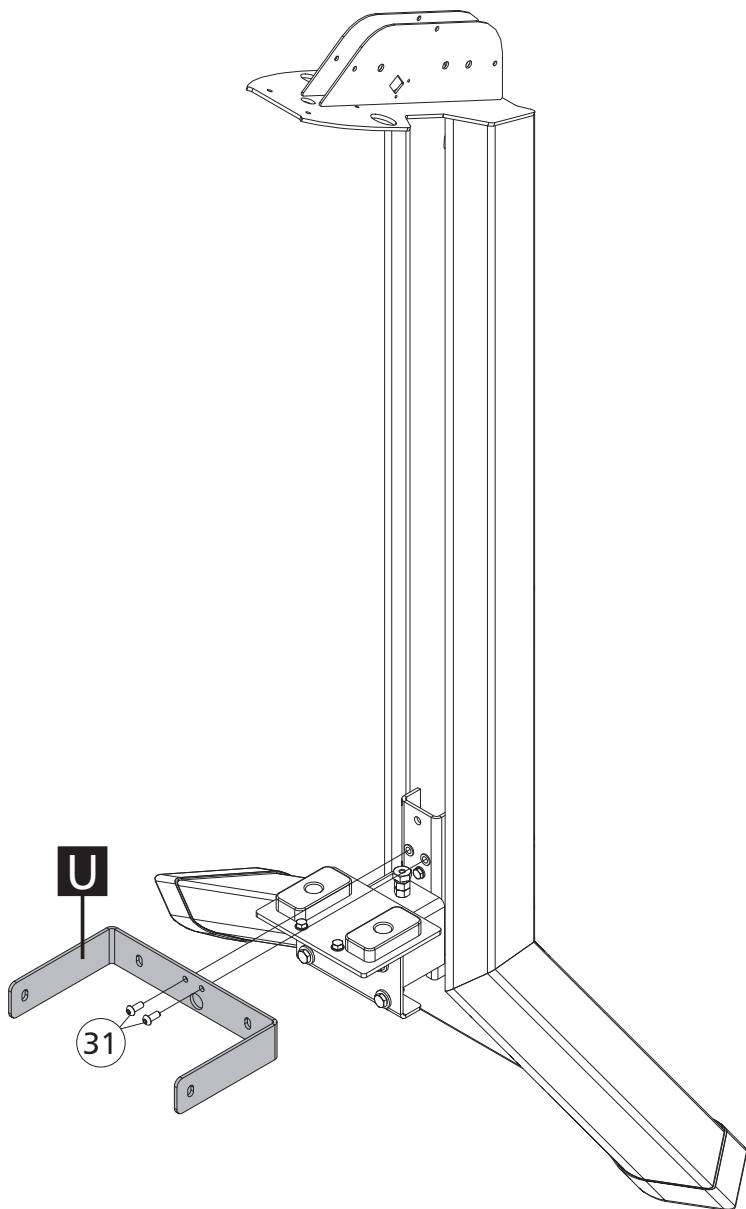

Figura 10-1
3 - Em seguida fixe um suporte superior (S) de cada vez usando os parafuso (31) (Figura 10-1 e 10-2)